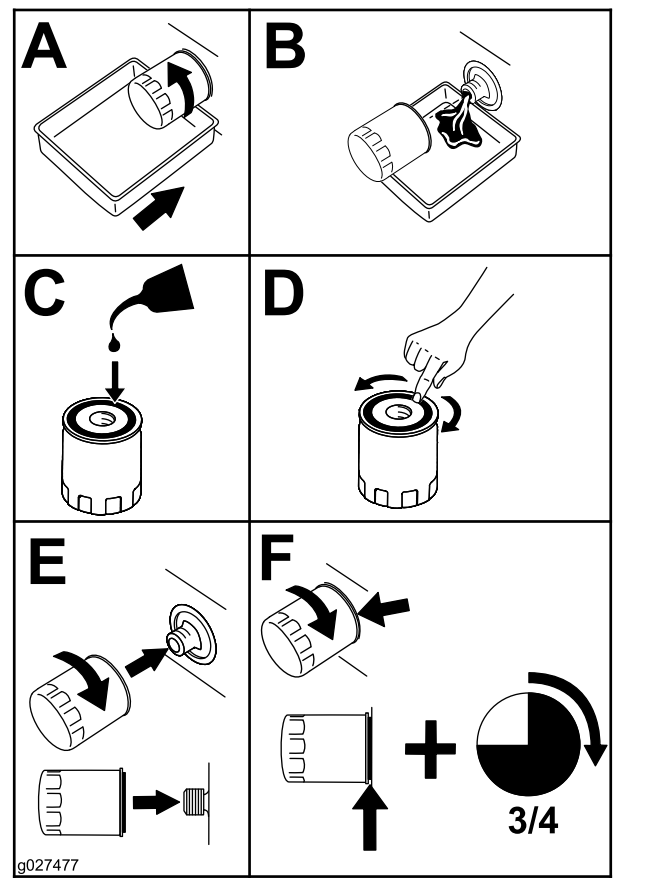

Bild 39
5. Tauschen Sie den Ölfilter wie in Bild 39 dargestellt.